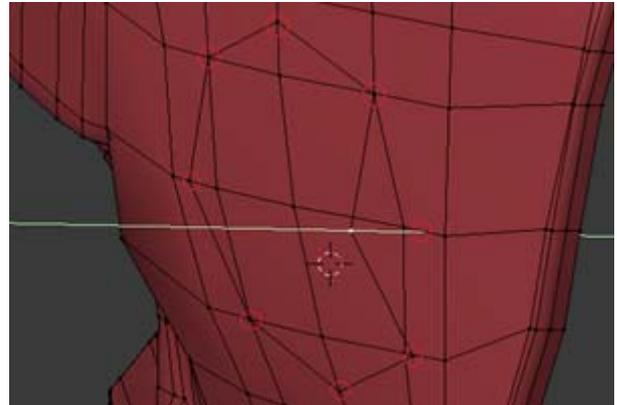

Figura 4.204
8. Em modo de sombreamento Solid, desloque segundo yy cada um dos vértices do octógono até à superfície da malha do pára choque, **[G] > [Y]**, figura 4.204. Note, na figura 4.204, que o ponto de intersecção é claramente visível.